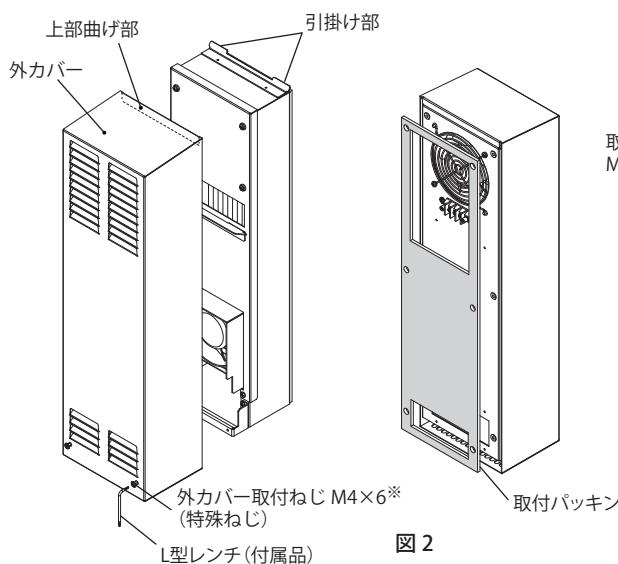

図 2
- 外カバーの上部の曲げ部を熱交換器本体上の引掛け部にはめ込み、付属の L 型レンチ(外カバー取付ねじ用ヘクサロビュラ穴 No.8)を使用し外カバーを取り付けてください。(図 2)
- 熱交換器本体の裏面に取付パッキンを貼り付けてください。(図 2)